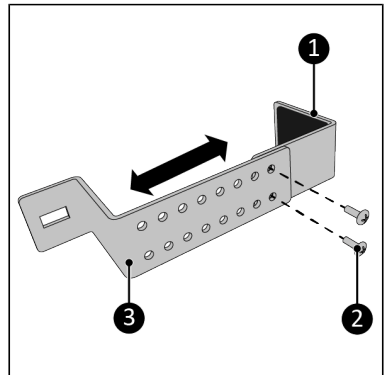

Abbildung 120.
3. Verschrauben Sie das Oberteil (Abbildung 120, Pos. 1) und das Unterteil (Abbildung 120, Pos. 3) mit zwei M5 x 10 mm Schrauben (Abbildung 120, Pos. 2). Stellen Sie sicher, dass die Breite etwas größer ist als die Breite des Fensterrahmens.